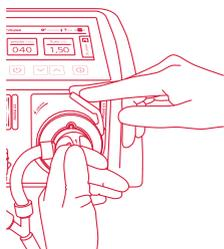

Figura 15 - Posição de encaixe do equipo no conector da câmara.
3. Introduza completamente a câmara de pressão e abaixe a alavanca de retenção (Figura 15);